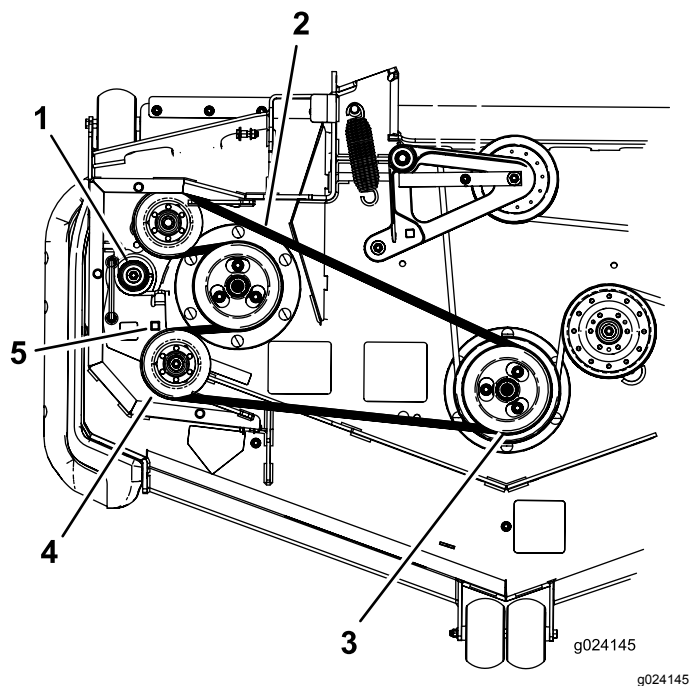

Figure 71
- Insérez un rochet dans le trou carré du bras de la poulie de tension pour détendre le ressort de la poulie (Figure 71).